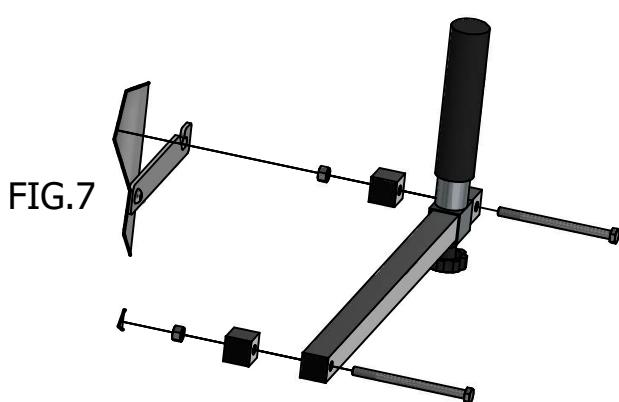

FIG.7
10) Fissare le maniglie e inserire col martello i 10 tappi copriforo (FIG.7 - FIG.8).
10) Fix the handles and insert the 10 screw covers with a hammer (FIG.7 - FIG.8).
10) Visser les poignées et insérer les 10 bouchons couvre-trou avec le marteau (FIG.7 - FIG8).
VEDI FIG.7